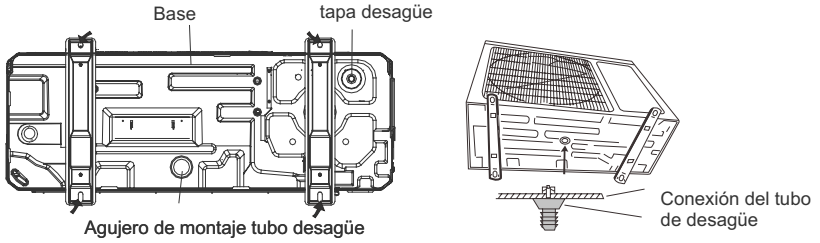

Fig.12
4.2.2. Desagüe de condensados de la unidad exterior (Fig.12)